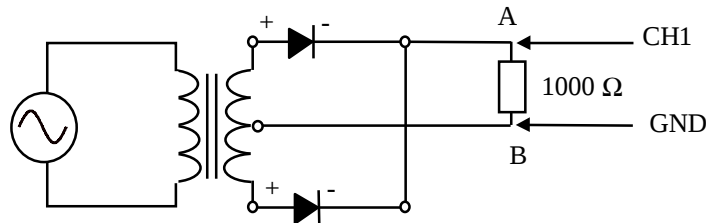

FIGURA 6.3. Rectificación de onda completa
6. Realice el montaje de la Figura 6.3.